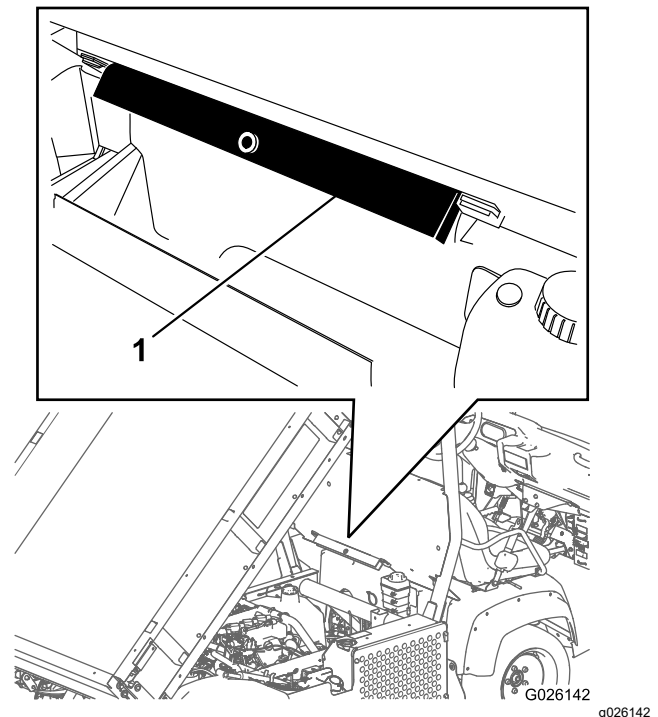

Figure 20
2. Sortez la béquille de sécurité des supports de rangement au dos du panneau du système ROPS (Figure 20).